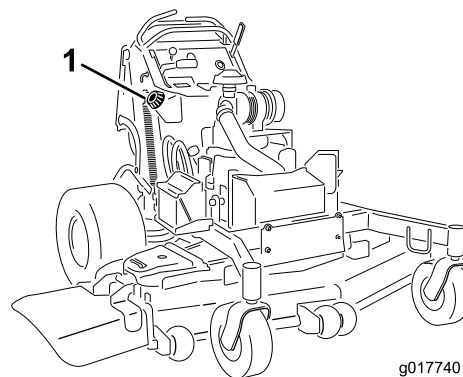

Figure 48
5. À l'aide du siphon, vidangez le carburant dans un bidon propre (Figure 48).